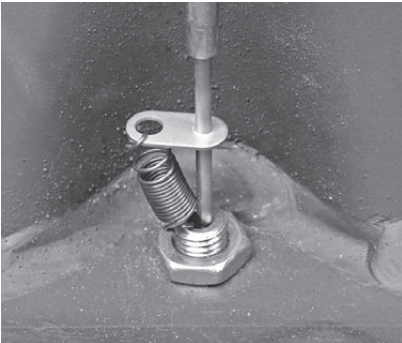
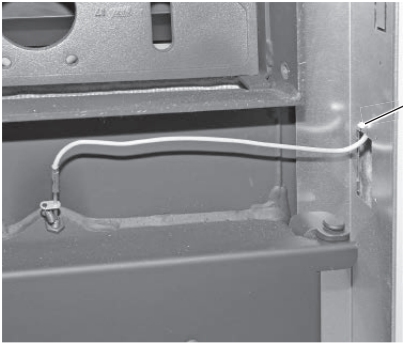

Fig. 69 Fissare la sonda Thermocontrol con la molla
Fig. 70 Tirare indietro il cavo e fissarlo con la fascetta per cavi
- Infilare la sonda davanti nel tubo protettivo sopra lo sportello cenere e agganciare la molla, Fig. 69 e Fig. 70.
- Fissare il cavo della sonda Thermocontrol alla parete laterale con una fascetta per cavi – Fig. 70.